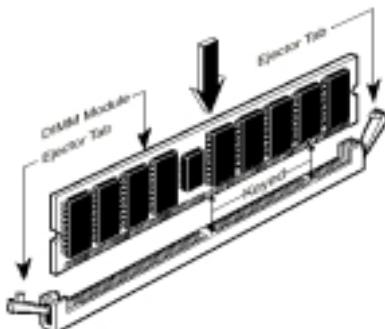

Abb. 2-6. Installation des Speichermoduls
Schritt 5. Setzen Sie das DIMM-Modul wie im Bild gezeigt in den Erweiterungssteckplatz. Achten Sie darauf, wie das Modul im Steckplatz sitzt. Schauen Sie sich Abb. 2-6 für Details an. **Dies stellt sicher, dass das DIMM-Modul nur auf eine Weise in den Steckplatz eingesetzt werden kann.** Drücken Sie das DIMM-Modul fest in den DIMM-Stekplatz, bis es komplett und fest darin sitzt.